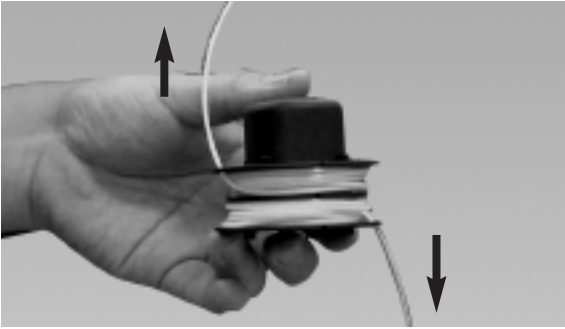
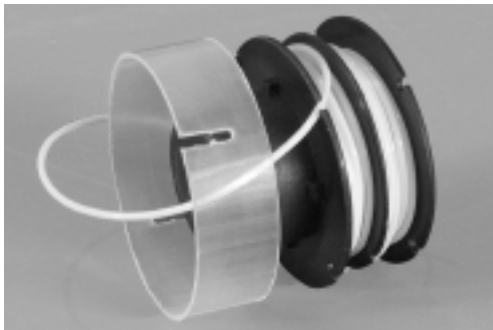

Fig. 16
Fig. 17
6. Ajuste los extremos de la línea en las ranuras opuestas en el rotor (Fig. 16) Coloque el retenedor de línea de plástico transparente de nuevo sobre la línea y el rotor (Fig. 17) Jale la línea hasta la ranura inferior en el retenedor de la línea de plástico transparente (Fig. 18) Jala la línea superior hacia la ranura superior (Fig. 19).